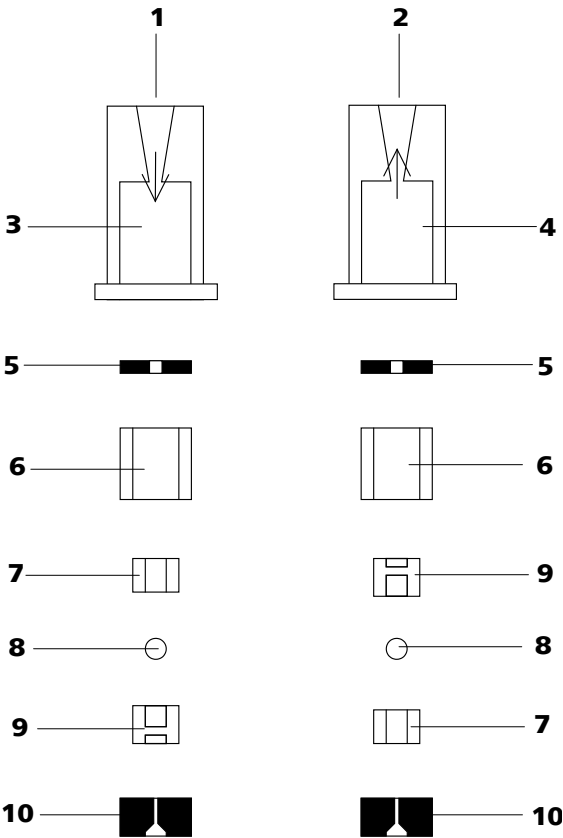

图 47 进口阀和出口阀的组成部分
- 进口阀和出口阀的组成部件均相同，只是排布不同（参见图 47，第 79 页）。
- 按正确顺序将其他的阀门组件（参见图 47，第 79 页）依次放好。
若并非如此，则必须再次拆分阀门，并正确组装（参见图 47，第 79 页）。